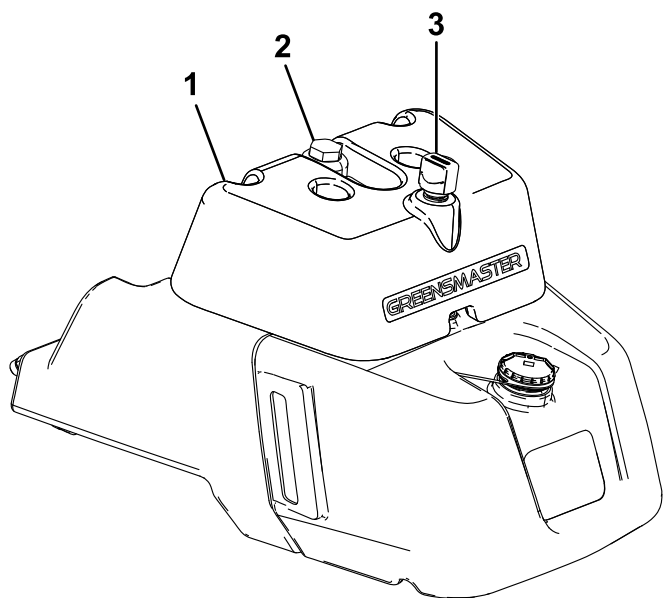

図 41
- 油圧オイルタンクに油量確認窓がついている場合は、そこで確認し 図 41 ステップ 5 に進んでください。